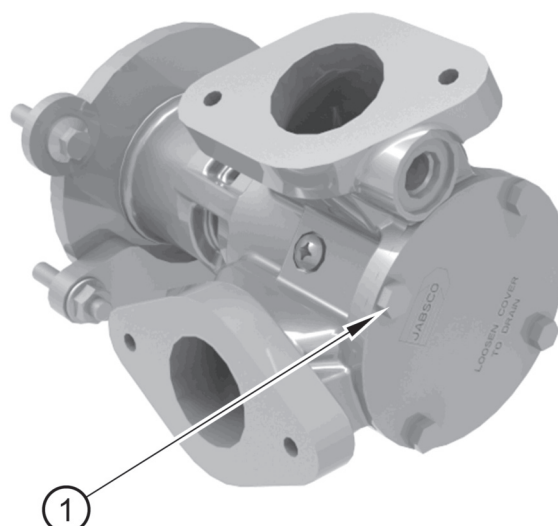

Figura 11
2. Svitare i quattro bulloni (figura 11 voce 1) che fissano la piastra terminale della pompa dell'acqua ausiliaria e rimuovere la piastra. Una volta rimossa la piastra terminale della pompa dell'acqua ausiliaria, dalla pompa uscirà acqua ausiliaria.